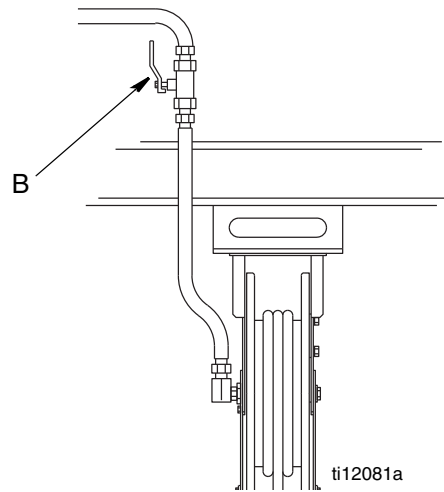

FIG. 4
5. Abra lentamente la válvula de bloqueo (B, FIG. 4) en cada surtidor. Vacíe la suficiente cantidad de combustible para asegurarse que se ha limpiado todo el sistema. Cierre la válvula.